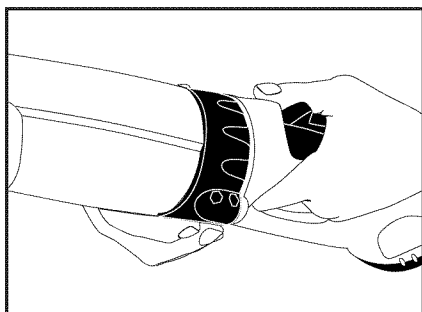

Figure 5
3. Tenir l'accessoire fermement d'une main (ne pas le tenir par une des pièces tournantes telle que la poignée auxiliaire) et, de l'autre main, faire pivoter la bague de verrouillage de la poignée d'alimentation électrique dans la position verrouillée. (Voir figure 5.)